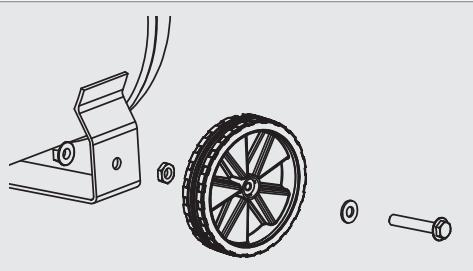

Abb. 1a: Montage Räder
- Montieren Sie mit Hilfe der mitgelieferten Schrauben und Muttern den Gummifuß und die Räder (siehe Abbildung 1a und 1b).